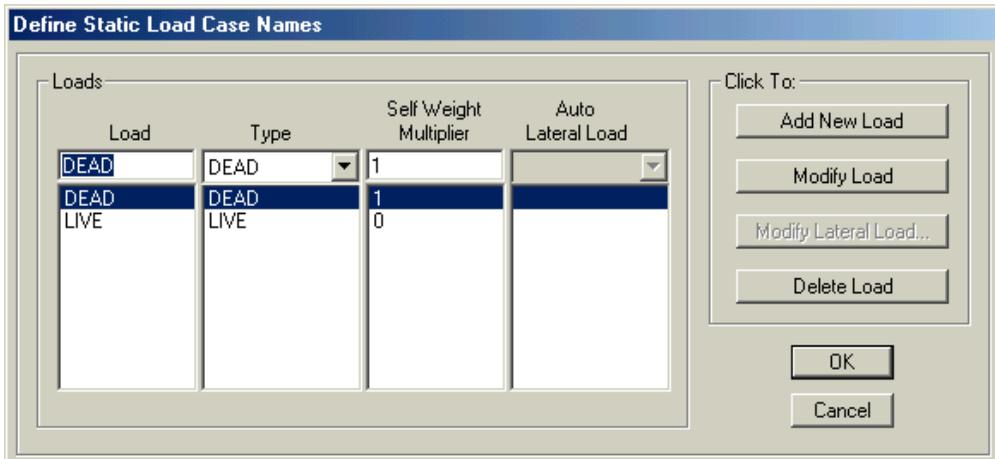

Figura 25 Formulario Define Static Load Case Names
A. Hacer un click en el comando **Define menu > Static Load Cases** o click en el botón **Define Static Load Cases**,  para que aparezca el formulario Define Static Load Cases como se muestra en la Figura 25. Observe que por defecto hay dos casos de cargas definidos. Estas son DEAD, cuando es un caso de carga muerta, y LIVE, cuando es un caso de carga viva.
B. Hacer click en LIVE para resaltar la fila como se muestra en la Figura 25. Seleccionar REDUCE LIVE desde el menu Type. Hacer click en el botón **Modify**